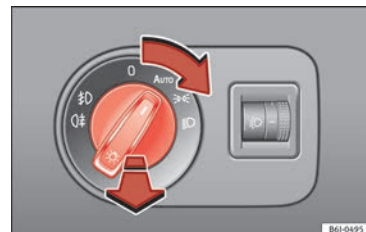

Fig. 30 Voir emplacement à la page 7-8
- Tournez l'interrupteur dans la position désirée » **fig. 30**.